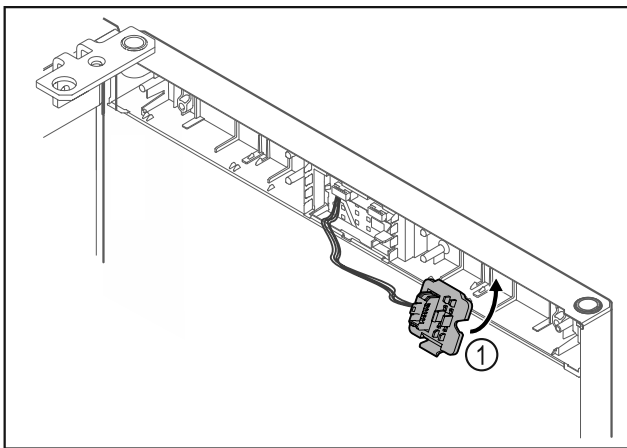

Fig. 23
- ▶ Stekkerhouder Fig. 23 (1) aan tegenoverliggende zijde vergrendelen.